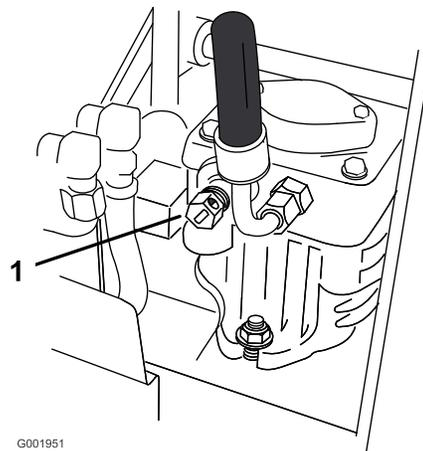

図 25
2. バイパスバルブを2個とも、左に1-2回転させて開く。これにより油圧ポンプがバイパスされ、車輪が自由に回るようになります(図25)。